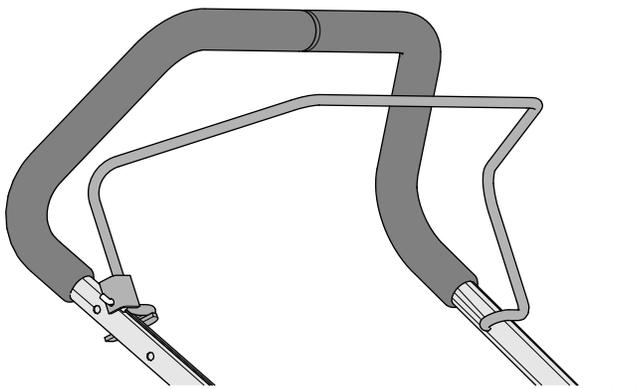

Figure 12
4. Insérez l'extrémité de la barre de présence de l'utilisateur dans le guidon, serrez légèrement un des côtés de la barre et insérez la barre dans le guidon (Figure 12).